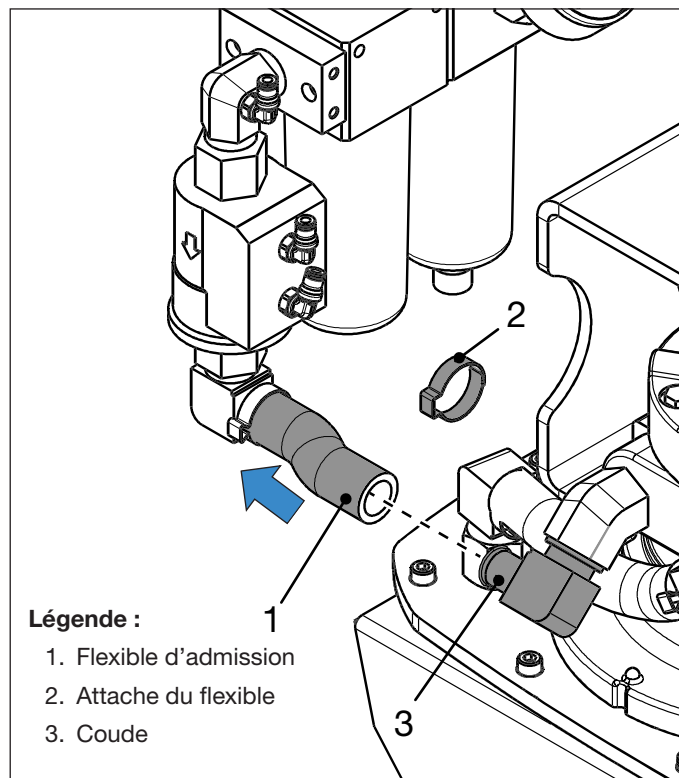

Figure 15 : Flexible d'admission du moteur pneumatique
- Retirez l'attache du flexible et le flexible d'admission du coude au niveau de l'orifice d'admission du moteur pneumatique. Reportez-vous à la Figure 15.
20. Placez le filtre/régulateur/lubrificateur à l'intérieur du cadre de protection. Fixez le flexible d'admission du moteur pneumatique sur le coude de l'orifice d'admission du moteur pneumatique. Utilisez une attache de flexible neuve pour la fixation. Reportez-vous à la Figure 15.